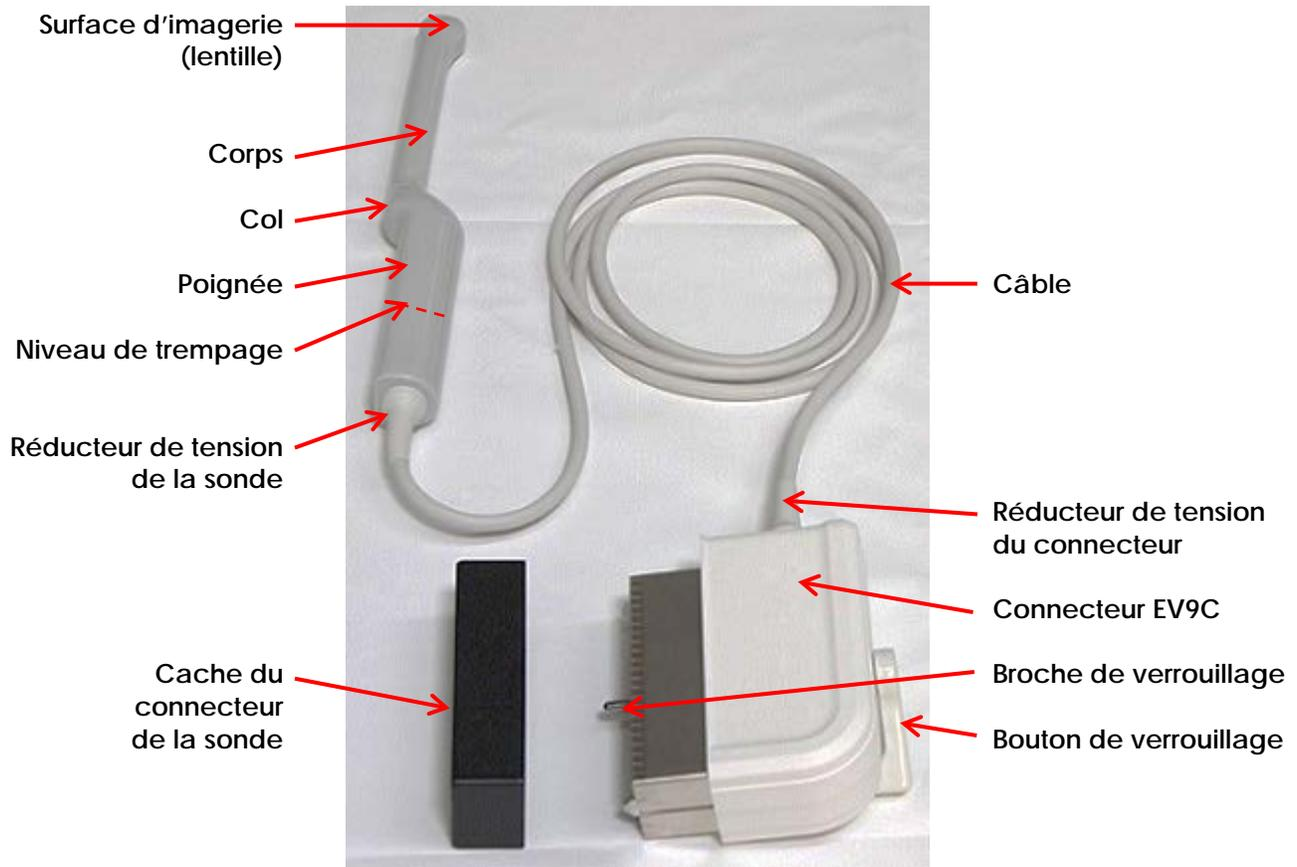

Figure 11 : Sonde EV9C Exact Imaging
Cette procédure implique le lavage, le trempage et le rinçage de la sonde dans différentes solutions. Dans tous les cas, la sonde doit être exposée à des niveaux de solution jusqu'à environ mi-distance de la poignée (se reporter au *niveau de trempage* dans la Figure 11).
- Pièces de la sonde EV9C qui n'entrent pas en contact avec la gaine pendant une intervention ETR, ou en d'autres termes, la partie de la sonde au-dessus du *niveau de trempage* (voir Figure 11).
Dans cette procédure, *au-dessus* du niveau de trempage signifie dans le sens *opposé* à la surface d'imagerie (voir la Figure 11).
- Pièces de la sonde EV9C qui entrent en contact avec la gaine pendant une intervention ETR, ou en d'autres termes, la partie de la sonde au-dessous du *niveau de trempage* (voir Figure 11). Pour les pièces se situant au-dessus du *niveau de trempage* (y compris le câble), consulter la section 3.
- Remplir la *cuvette de nettoyage* avec un volume suffisant de solution de nettoyage pour y plonger la sonde EV9C jusqu'au *niveau de trempage* indiqué dans la Figure 11.
- Plonger la sonde EV9C dans la solution de nettoyage jusqu'au *niveau de trempage* indiqué dans la Figure 11.
- Remplir la cuvette de désinfection de haut niveau avec un volume suffisant de désinfectant de haut niveau pour y plonger la sonde EV9C jusqu'au *niveau de trempage* indiqué dans la Figure 11.
- Plonger la sonde EV9C dans le désinfectant de haut niveau jusqu'au *niveau de trempage* indiqué dans la Figure 11.